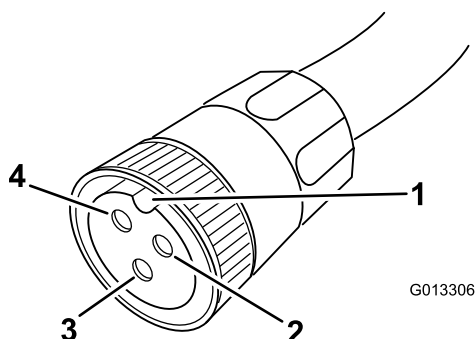

Рисунок 12
2. Держите кабель так, чтобы паз был в положении «на 12 часов» (Рисунок 12).